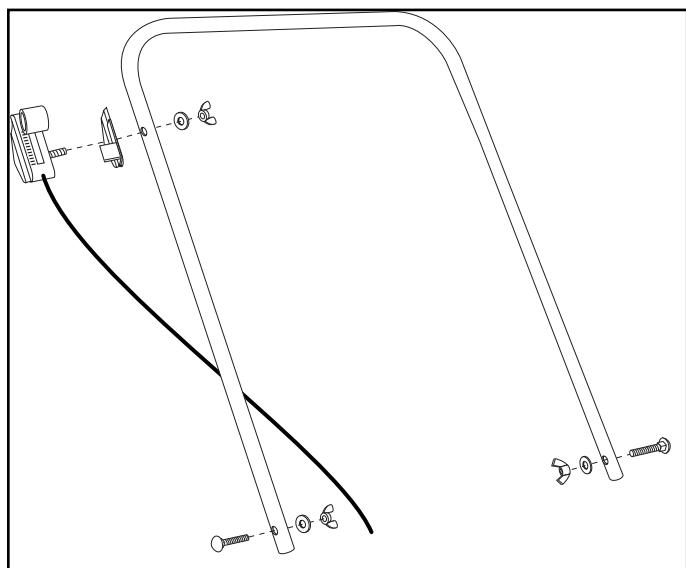

FIGURE 1
1. Fixez la poignée tubulaire sur les pieds tubulaires en utilisant les deux boulons de carrosserie de 1/4 po. x 2 po. et deux écrous à oreilles. Voir figure 1.
2. Fixez le câble de contrôle à la poignée tubulaire en utilisant un boulon de carrosserie de 1/4 po. x 2 po. et un écrou à oreilles en nylon. Voir figure 1.